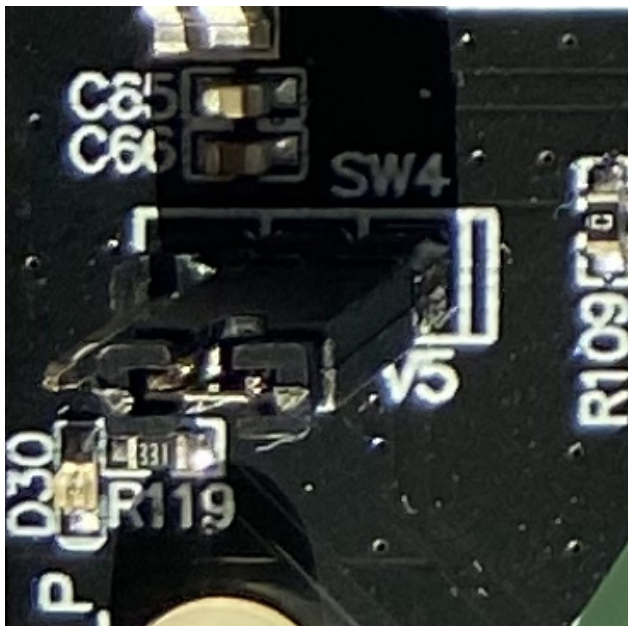

图 2-3 SW4 右接
- ◆ VCC_5 由 VCC_13 降压后得到，VCC_3.3 由 VCC_5 降压后得到。VCC 电源网络用于为 MCU、通信电路、采样电路等 5V 或 3.3V 网络供电。当 SW4 左接时，VCC 电源接到 VCC_3.3 电源网络；当 SW4 右接时如图 2-3，VCC 电源接到 VCC_5 电源网络。VCC 网络的选择依赖于所选 MCU 的供电电压。